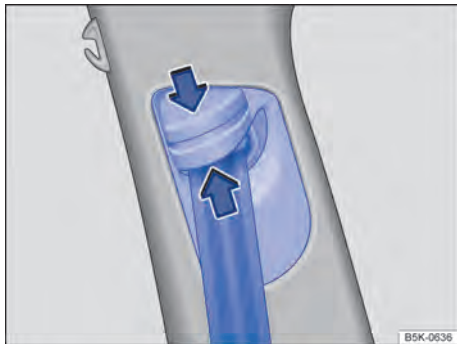

Fig. 68 Ao lado dos bancos dianteiros: regulagem de altura do cinto de segurança.
- Pressionar o dispositivo regulador no sentido da seta e mantê-lo pressionado ⇒ **Fig. 68**.